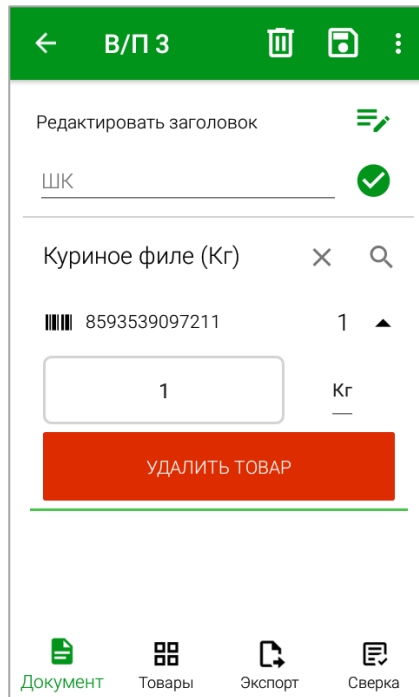
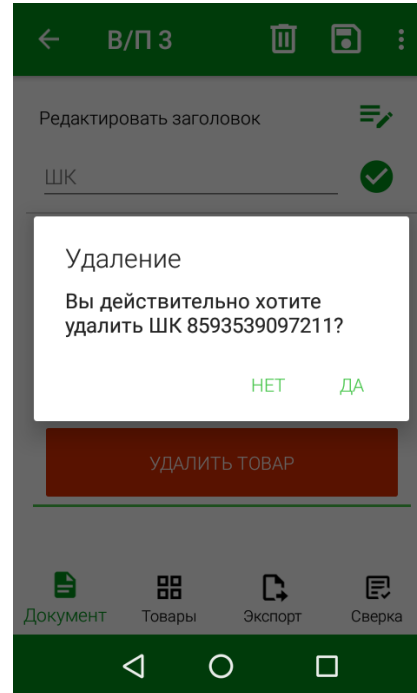

Рис. 126
Рис. 127
Для удаления добавленного товара из документа нажмите на кнопку  справа от номера штрихкода и нажмите кнопку «Удалить товар» (см. Рис. 126). Откроется диалоговое окно, в котором необходимо подтвердить удаление (см. Рис. 127).
- возврат в список накладных кнопкой  (см. Рис. 126);